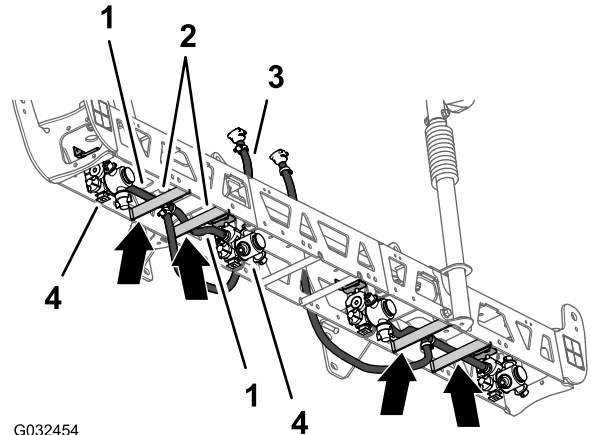
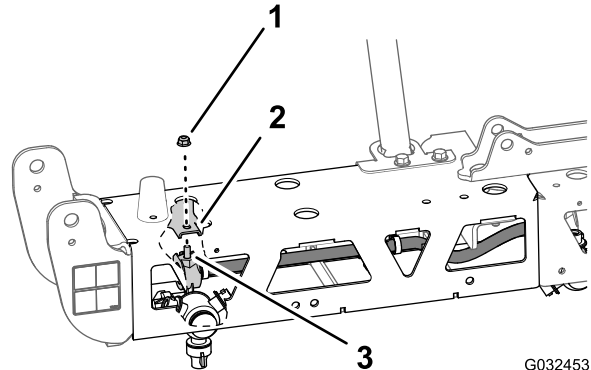

図 59
図 60
1. ホース 13 mm 長さ 25cm とノズルのアセンブリを、外側トラスのブレースの間に通す 図 59 。
2. ホースとノズルをトラスのブレースの上側に沿って、ブーム先端側のノズルマウントへ導く 図 59 。
3. ノズルの六角ヘッドボルト 5/16 x $\frac{3}{4}$ " をノズルマウントの穴に通してノズルをマウントに仮止めする ジオリンクスプレーシステム仕上げキットにあるフランジロックナット 5/16" を使用する 図 60 。
4. もう一方のホース 13 mm 長さ 25cm とノズルのアセンブリを、外側トラスのブレースの間に通す 図 59 。
5. ホースとノズルをトラスのブレースの上側に沿って、ブーム根元側のノズルマウントへ導く 図 59 。
6. ノズルの六角ヘッドボルト 5/16 x $\frac{3}{4}$ " をノズルマウント 図 60 の穴に通してノズルをマウントに仮止めする ステップ 1 と 4 スプレーヤのノズルを取
8. ホースとバーブ付きカップラ 13 x 810 mm ½ x 32" を、センターブームの左右のサポートブラケットのある側へ導く 図 59。
9. もう一方の外側トラスのホースノズルアセンブリについても、ステップ 1-8 の作業を行う 図 59 と 図 60。